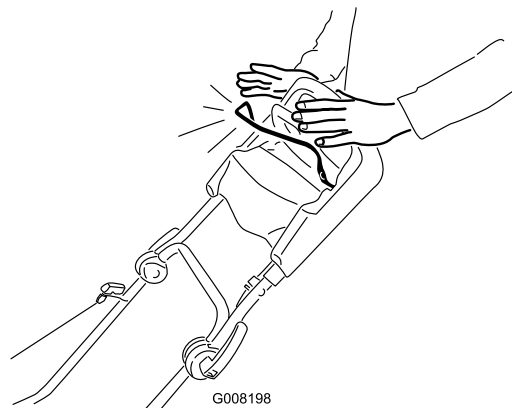

Figura 18
1. Suelte la barra de control de la cuchilla (Figura 18).